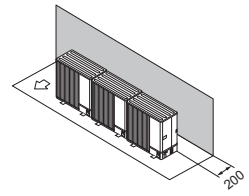

Fig. 2-12
- (1) Obstrucción o superficie cerrada solo en la parte posterior (Fig. 2-12)